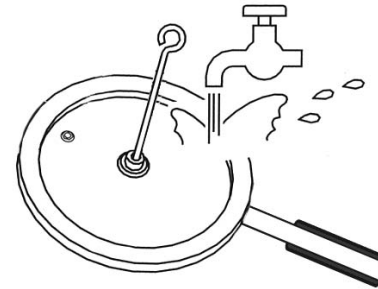

FIG. 7a
Al tiempo que aplica un fuerte chorro de agua tibia, debe limpiar el orificio de la chimenea (4) con una varilla (FIG.7a).
Para mantener su olla en perfecto estado de uso y conservación, le recomendamos lavarla después de cada uso con agua tibia, jabón para vajilla y una esponja o estropajo suave, siguiendo las siguientes instrucciones (*FIG. 7a, 7b, 7c*).